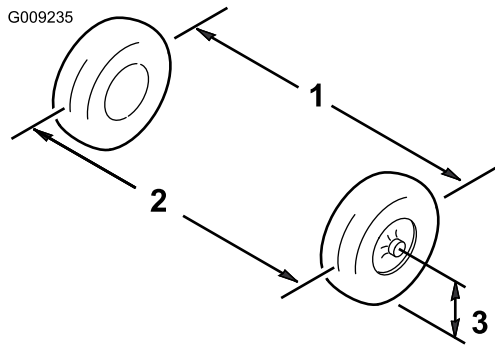

図 56
1. 前輪の前と後ろで、左右のタイヤの中央線間距離を測る計測はアクスルの高さで行う (図 56)。